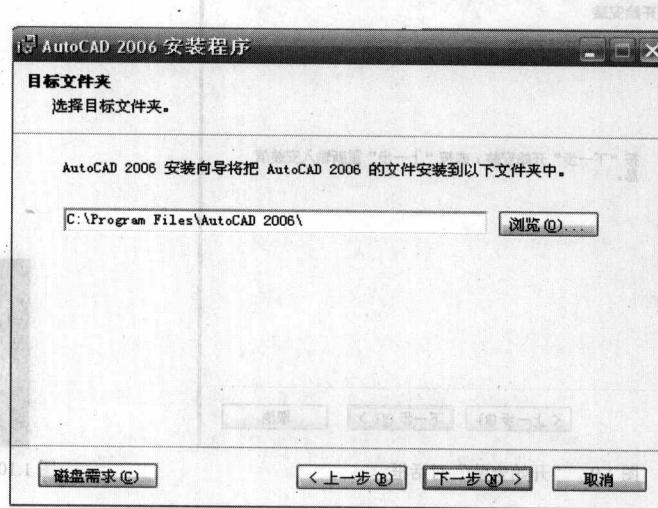

图 1.7 “目标文件夹”对话框
⑦ 在如图 1.7 所示的“目标文件夹”对话框中，要求指定 AutoCAD 2006 的安装路径，即硬盘上的位置，默认的目标文件夹为 C:\Program Files\AutoCAD 2006\。如果要改变安装位置，可直接输入路径或单击该对话框右侧的“浏览”按钮，指定在其他驱动器和文件夹中安装 AutoCAD。然后单击“下一步”按钮。